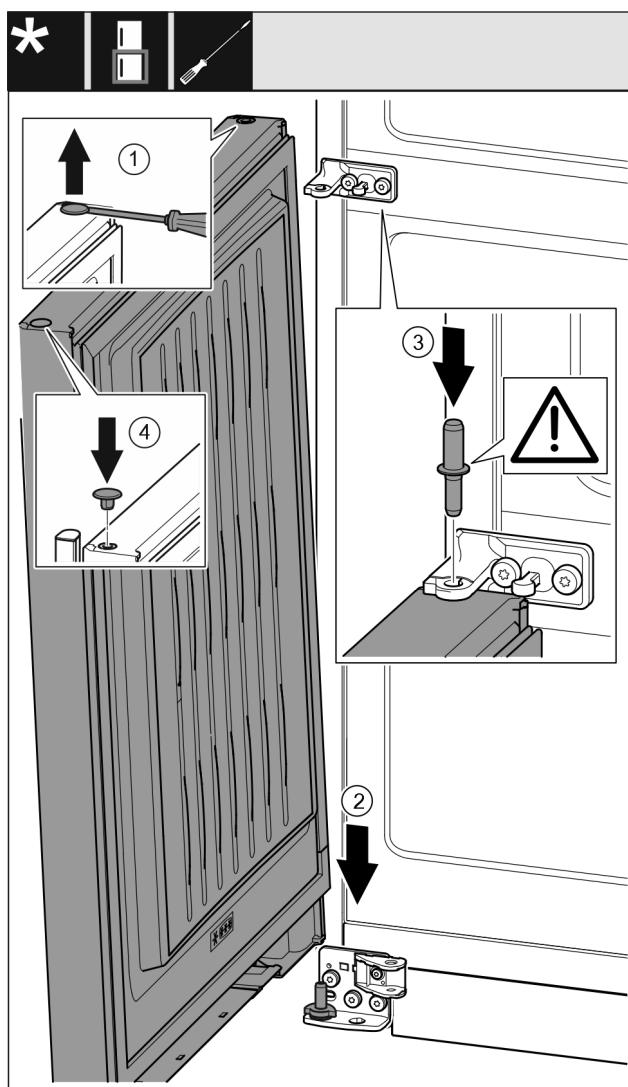

Fig. 41
- Zátku opatrně nadzvedněte plochým šroubovákem a vytáhněte. Fig. 41 (1)
- Dveře nasadte shora na dolní ložiskový čep. Fig. 41 (2)
- Prostřední ložiskový čep vložte do dolních dveří přes prostřední stojan ložiska. Přitom dávejte pozor, aby zajišťovací vačka směřovala dozadu. Fig. 41 (3)
- Zátku opět vložte na druhé straně dveří. Fig. 41 (4)